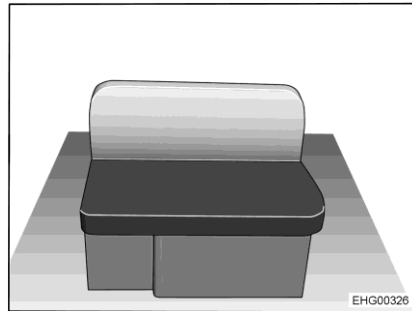

Fig. 32 Divano, destra
- Rimuovere il cuscino del divano e quello dello schienale dal divano (Fig. 32).